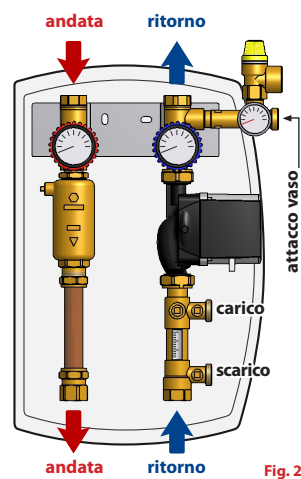

Fig. 2
8. Effettuare le connessioni come illustrato nella fig. 2. Dopo aver fatto tutte le connessioni, verificare eventuali perdite dell'impianto, prova a pressione.